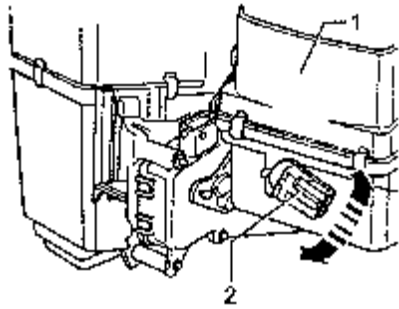
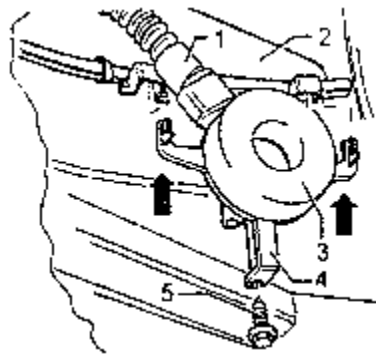
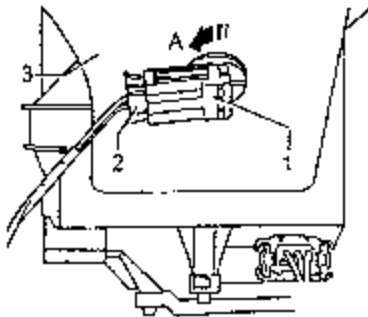

图 13-45 拆装脚部出风温度传感器
图 13-46 拆装杂物箱冷却出风口
图 13-47 拆卸中央出风口温度传感器
(1) 脚部空间出风温度传感器 G192 的拆卸和安装如图 13-45 所示。
①脚部空间出风温度传感器 G192 的拆卸。拆卸驾驶员侧杂物箱，拔去脚部空间出风温度传感器 G192 的插头。将脚部空间出风温度传感器 2 扭转 90° 后从壳体 1 中拔出来。
②脚部空间出风温度传感器 G192 安装时应在橡胶密封圈上涂机油。
(2) 杂物箱冷却出风口的拆卸和安装如图 13-46 所示
①杂物箱冷却出风口的拆卸。卸去副驾驶侧杂物盒，拧出紧固螺栓 5。将出风口 4 从分配器箱和蒸发器壳体 2 的导向夹板中拔出来。拔掉冷风软管 1。
②杂物箱冷却出风口的安装。密封圈 3 如果损伤就需要更换。在安装时应注意让定位钩进入分配器箱和蒸发器壳体上的导向夹板中（图中箭头所示）。
(3) 中央出风口温度传感器 G191 的拆卸如图 13-47 所示。拆卸收音机，拆卸控制单元 J255，拆卸中央饰板。拔下中央出风口温度传感器 G191 上的插头 2。将中央出风口温度传感器 1 旋转 90°（见箭头），并从壳体 3 中拔出。